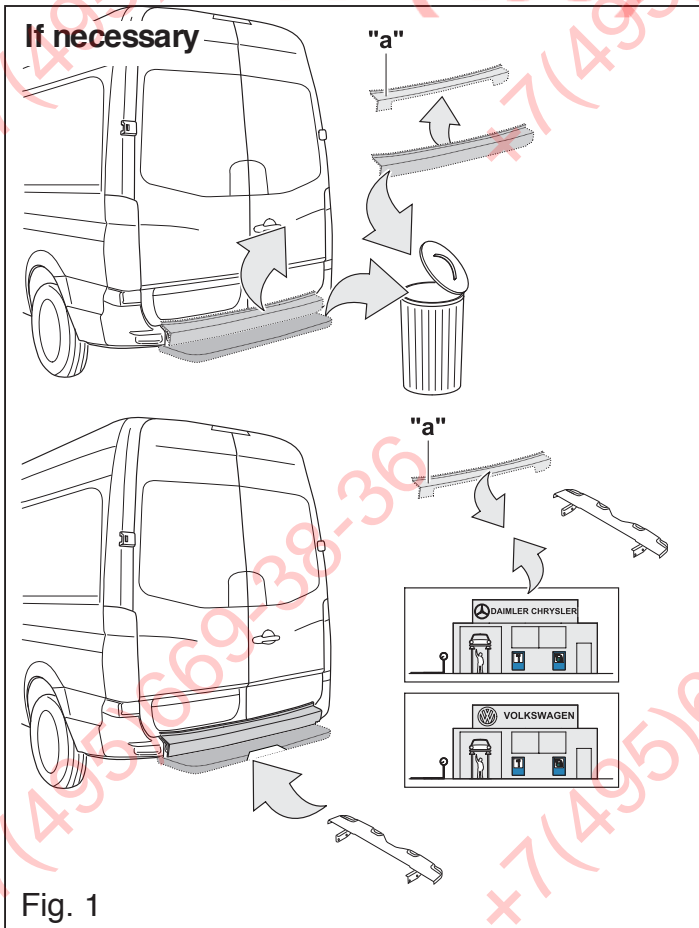

Fig. 1
8. Avtomobili с подножкой: Закрепит' заменyayushyuu стен-podnozhku в отверстиях E. рисунок 1.